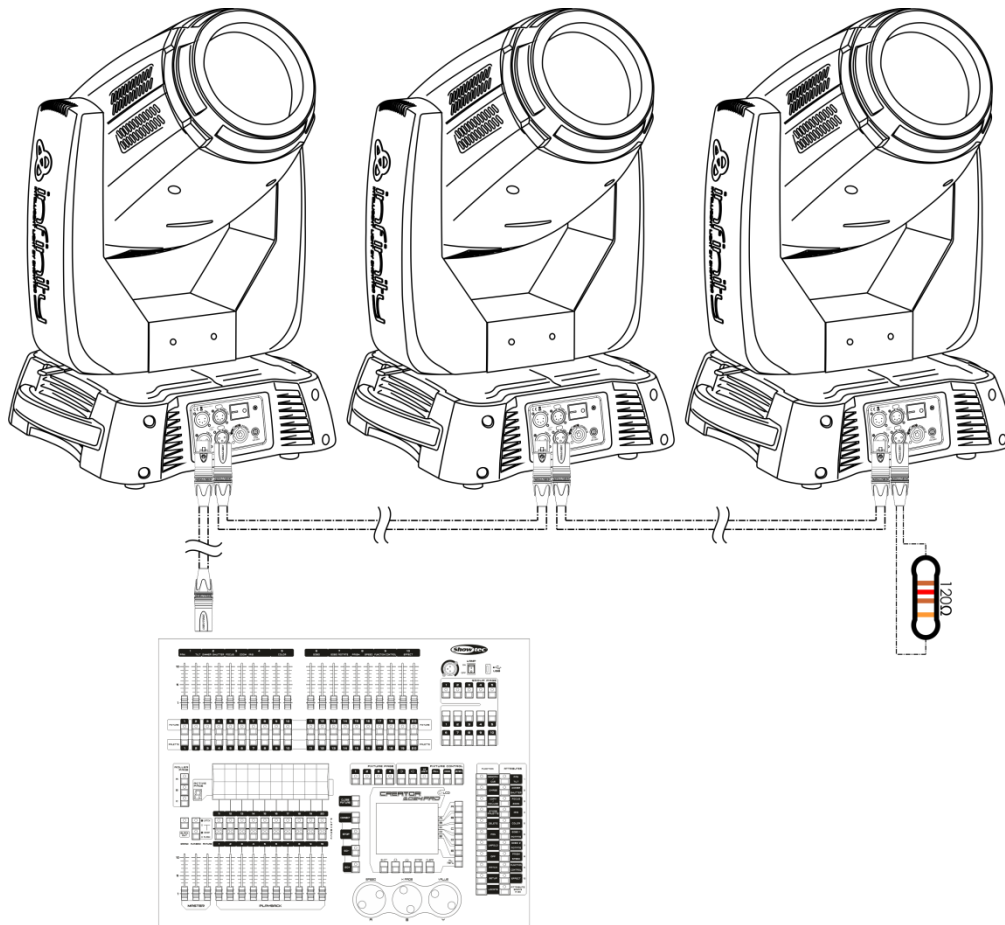

Abb. 07
- 04) Verbinden Sie die Geräte wie in Abb. 07 abgebildet. Schließen Sie den DMX-Ausgang des ersten Geräts mit einem DMX-Kabel an den Eingang des zweiten Geräts an. Wiederholen Sie diesen Vorgang, um das zweite, dritte und vierte Gerät ebenfalls zu verbinden.